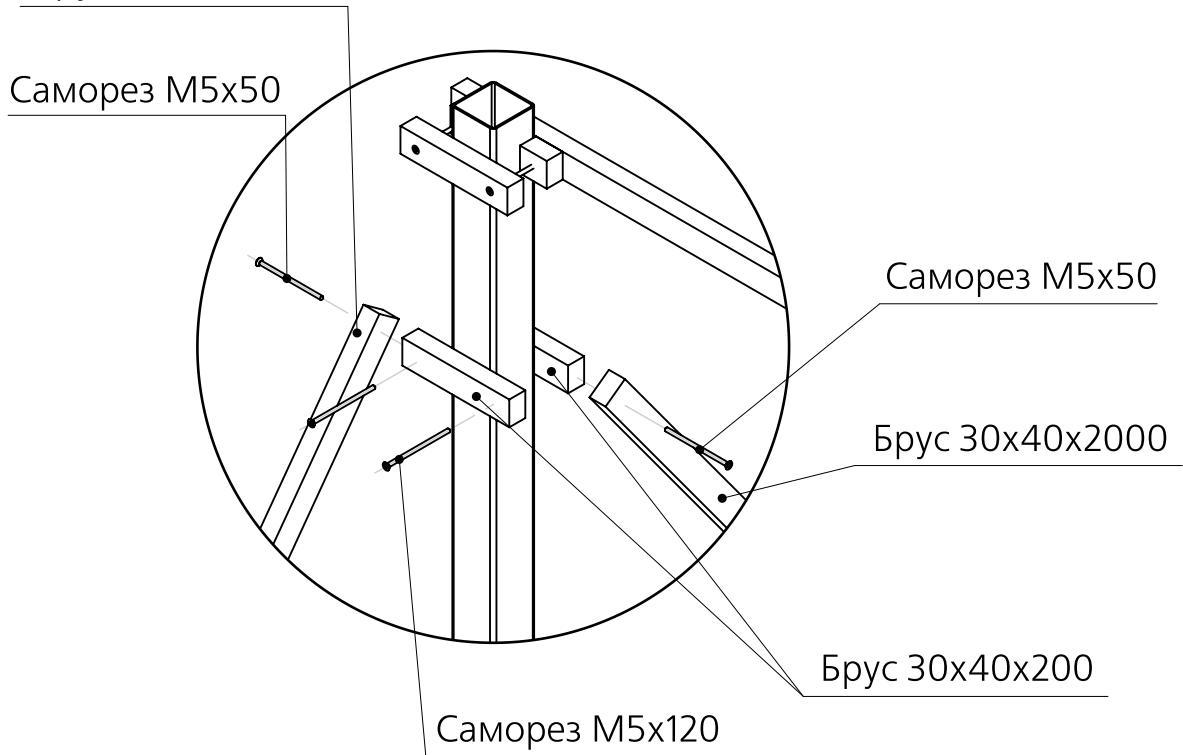

Рис. 4 Схема фиксации рамы боковыми упорами
- 3.2** Зафиксировать раму боковыми упорами (Рис.4). Еще раз проверить правильность установки жидкостным уровнем.